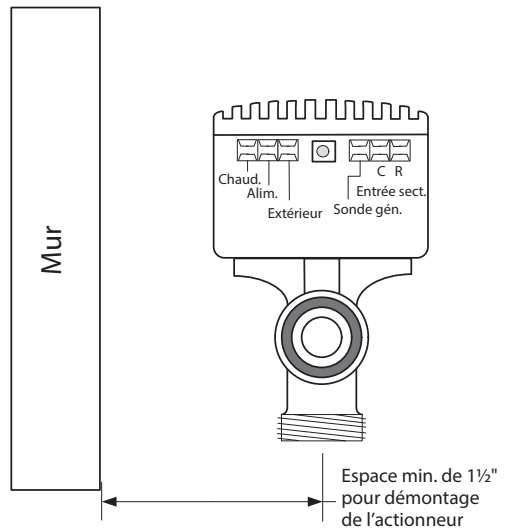

Figure 4 : Espace adéquat pour montage sur un mur
2. Avant d'installer le corps de la vanne, consultez la **Figure 4** et la section Dimensions à la **page 14** pour les espacements requis.